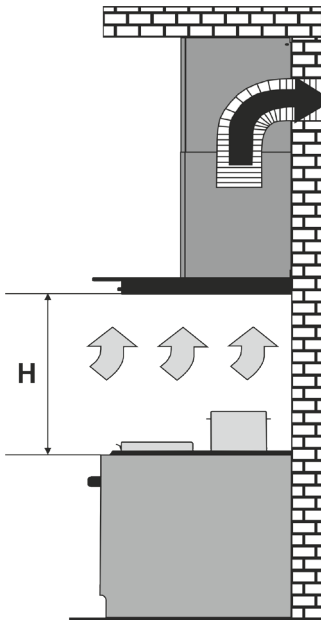

Abb. 1
1.11 ACHTUNG! Die Dunstabzugshaube wird in einer Höhe von 650-750 mm über Elektroherden und in einer Höhe von 750-850 mm über der Arbeitsfläche des Herdes an einer Wand montiert (Abb. 1).
4.5 Wenn Sie die Dunstabzugshaube in der erforderlichen **Installationshöhe H** über dem Ofen installieren (**Abb. 1**), verwenden Sie einen Kanal mit **Ø150 / Ø120 mm**, um Luft in den Schornstein abzulassen. Ein kleinerer Durchmesser erzeugt einen zusätzlichen Luftwiderstand, der zu erhöhten Geräuschen und Vibrationen sowie zu einer Überhitzung des Motors führt.
- im Abluftmodus in den Schornstein der Küche (**Abb. 1**);
Wir erinnern Sie daran, dass die Einbauhöhe der Haube über den Elektroherden mindestens 650 mm und über den Gasöfen mindestens 750 mm betragen sollte (Abb. 1).